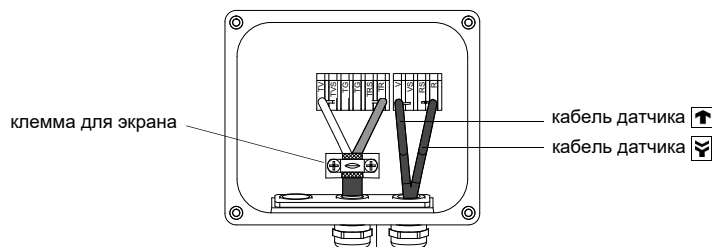

Рис. 6.6: Клеммы для подключения удлинительного кабеля и кабеля датчика
- Расположите удлинительный кабель так, чтобы отогнутый внешний экран находился под клеммой для экрана. Удлинительный кабель между соединительной коробкой и клеммой для экрана должен быть полностью изолирован (смотри Рис. 6.6).
- Прикрепите удлинительный кабель и внешний экран к клемме для экрана (смотри Рис. 6.6).
- Подключите жилы удлинительного кабеля к клеммам соединительной коробки (смотри Рис. 6.6 и Таб. 6.2).
По распределению клемм кабеля датчика смотри Рис. 6.6 и Таб. 6.3.